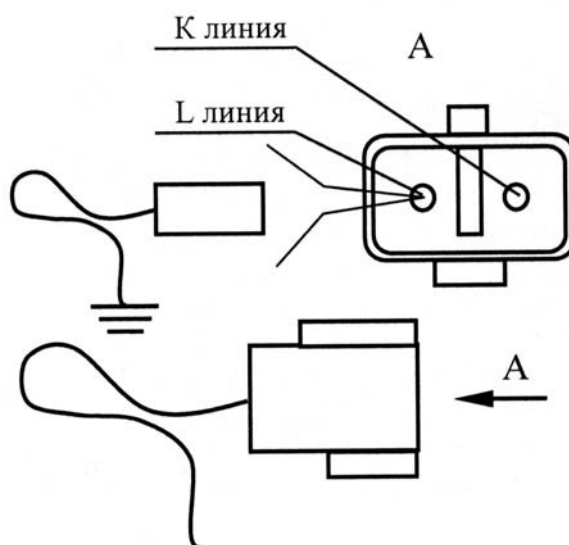

Рис. 8.3.10. Схема замыкания переключкой контакта L линии
- замкнуть переключкой контакт L-линии диагностического разъема на «массу» (рис. 8.3.10);